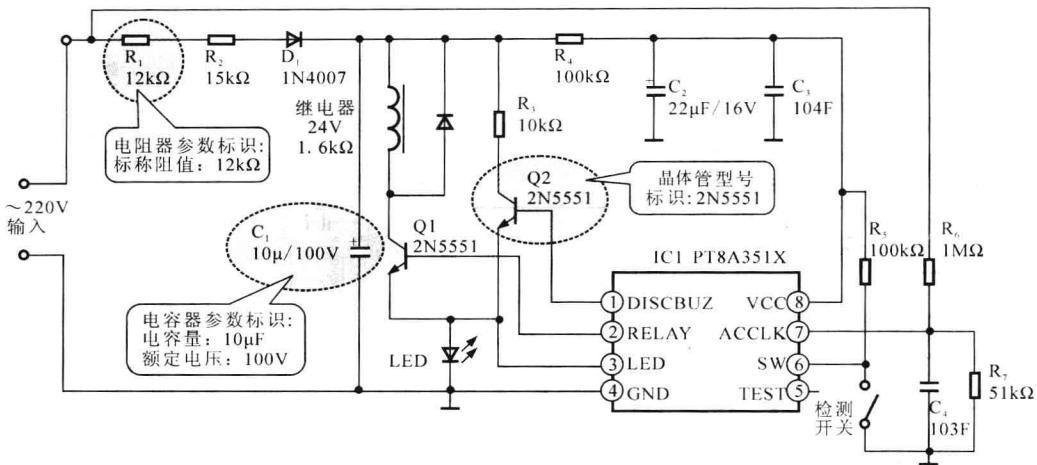

图 1-4 智能电熨斗整机电路原理图中元器件参数的标注
- ① 图中包含元器件最多，是比较复杂的一张电路图。
- ② 表明了整个产品的结构、各单元电路的分割范围和相互关系。
- ③ 电路中详细标出了各元器件的型号、标称值、额定电压、功率等重要参数，是为检修和更换元器件提供重要的参考数据，如图 1-4 所示。若更换该电路中的晶体管，则根据图中型号标注，找到匹配的晶体管进行直接替换即可。
- ④ 复杂的整机电路原理图一般通过各种接插件建立关联，识别这些接插件的连接关系，更容易理清电子产品各电路板与电路板模块之间的信号传输关系。
- ⑤ 同类电子产品的整机电路原理图具有一定的相似之处，因此可通过举一反三的方法练习识图；而不同种类的电子产品，其整机电路原理图相差很大，但若能够真正掌握识读方法，也能够做到“依此类推”。